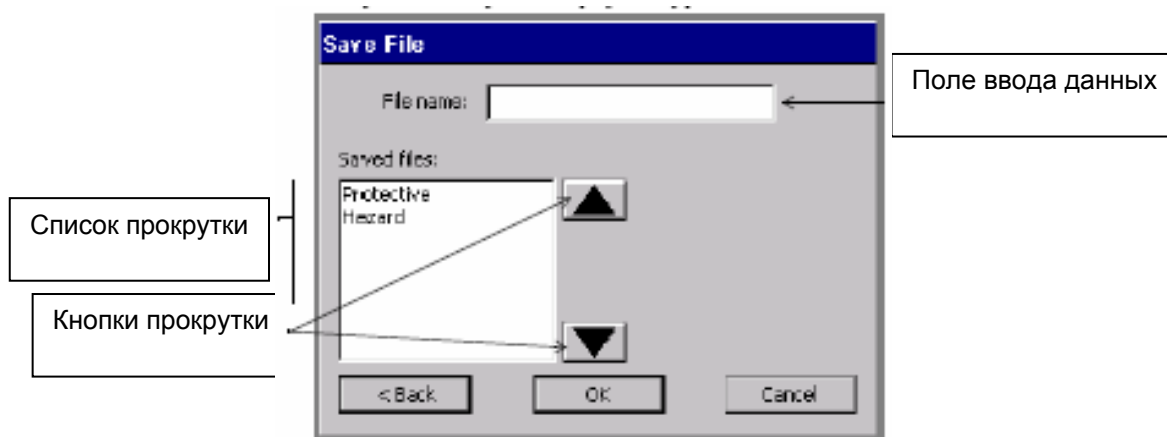
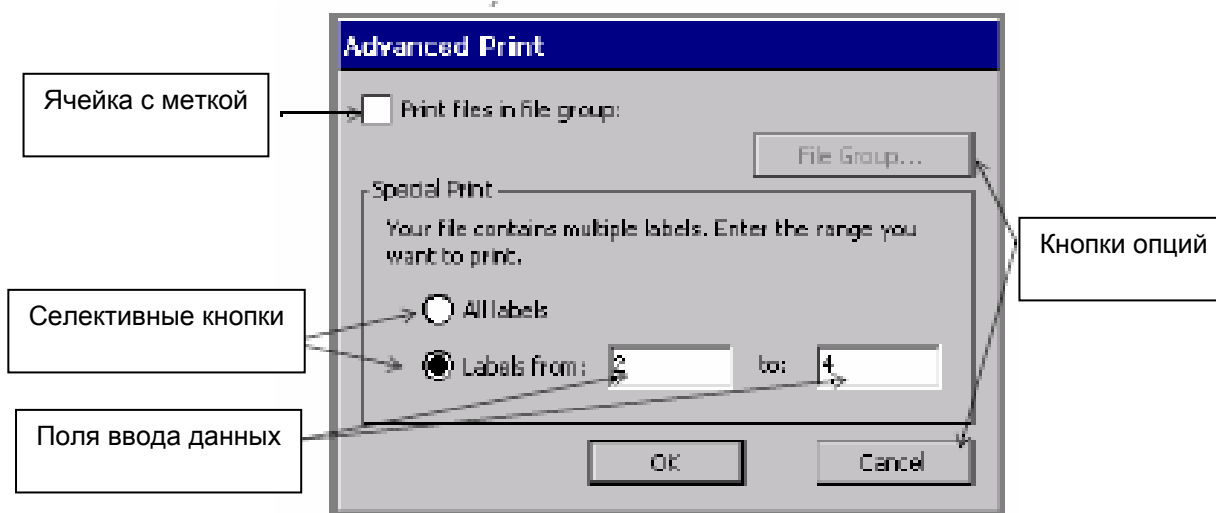
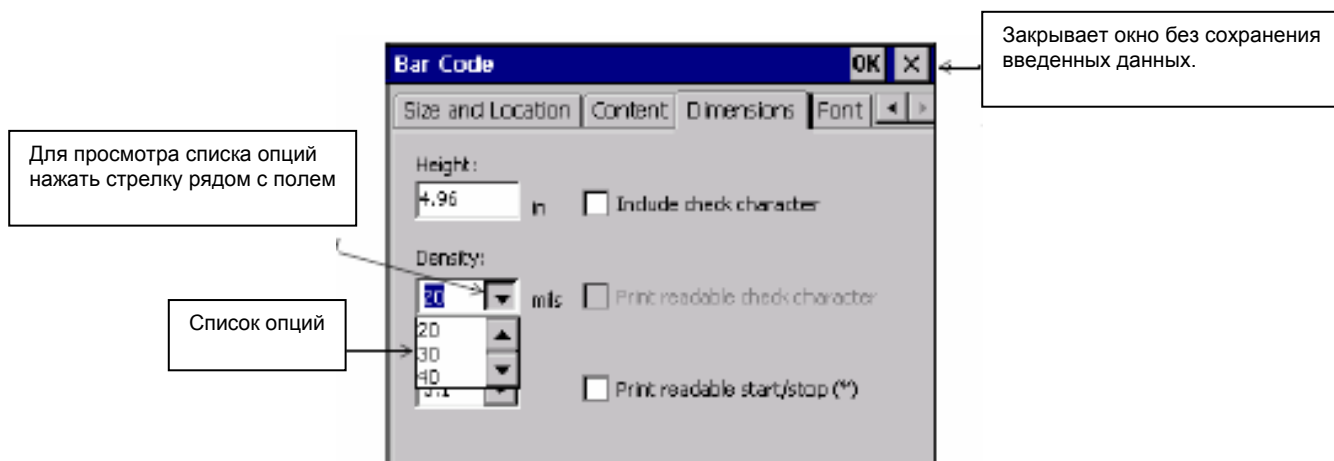

Рис. 4-6. Окно сохранения файла
Рис. 4-7. Окно дополнительных параметров печати
Рис. 4-8. Вкладка “Размеры” окна штрих-кодов
Обычно эти окна содержат одно или более из этих средств ввода информации, как показано на рис. 4-6 на стр. 4-12 и на рис. 4-7 на стр. 4-13.
Примером другого вида полей ввода данных является поле **Номера этикеток с ... по ...**, показанное на рис. 4-7 на стр. 4-13. В этом поле вводятся первый и последний номера диапазона этикеток, предназначенных для распечатки. Этот вид поля ввода данных активизируется только при выборе соответствующей селективной
Выполнение команды или функции, обозначенной на кнопке опции, производится при нажатии на эту кнопку. Например, на рис. 4-7 кнопка опции **Группа файлов** заблокирована, но при ее активизации открывается окно **Группа файлов**, в котором можно выбрать группу файлов этикеток для печати. Кнопка **Cancel** (отмена) отменяет ввод всех данных в окне дополнительных параметров печати и открывает предыдущее окно.
На рис. 4-6 на стр. 4-12 приведен пример списка с прокруткой. Списки с прокруткой содержат перечень элементов для выбора. Чтобы выбрать элемент, можно пройти по списку вверх или вниз с помощью кнопок прокрутки, также показанных на рис. 4-6. При обнаружении нужного элемента для его выбора достаточно прикоснуться к нему или выделить этот элемент.
Метка внутри ячейки с меткой означает доступность данной опции. Пустые ячейки с меткой означают, что данная опция заблокирована. На рис. 4-7 приведен пример ячейки с меткой.
Например, на рис. 4-7 метка в ячейке опции **Print Files in Group** (печатать группу файлов) означает, что нужно распечатать группу файлов полностью. Если метка в ячейке не проставлена, значит пользователь принимает состояние по умолчанию, т.е. печать отдельного файла.
Селективные кнопки – это кружки, которые остаются пустыми, если опция не применяется, либо включают точку внутри, если опция активизирована. На рис. 4-7 приведен пример селективных кнопок.
- Кнопка **OK** может находиться в верхнем правом участке окна ввода данных, как показано на рис. 4-8, либо это может быть полноразмерная кнопка в нижней части окна, как показано на рис. 4-7.
- Нажать или выбрать кнопку **×**, как показано на рис. 4-8.
- Нажать или выбрать кнопку **Cancel**, как показано на рис. 4-7.